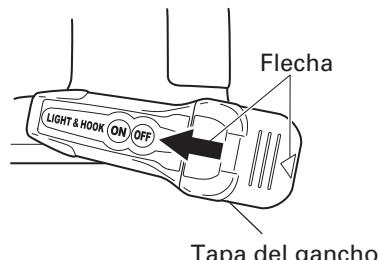

Fig. 13
Quite la tapa del gancho empujando en la dirección de la flecha. (Fig. 13)
- (3) Haga coincidir la muesca del cuerpo principal del gancho con el saliente de la tapa del gancho, presione la tapa en la dirección opuesta a la flecha mostrada en la Fig. 13 y apriete el tornillo.